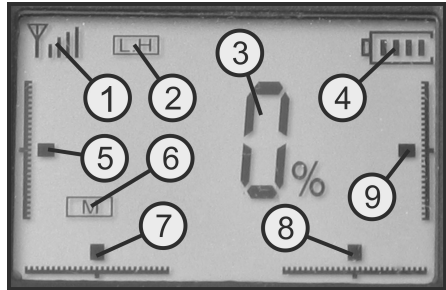

Figure 2
Ramenez ensuite les leviers de commande à la position centrale. L'écran (2) n'affiche alors que les éléments représentés à la figure 2.
Lorsque la tension des piles de l'émetteur diminue, les quatre barres de l'indicateur de pile s'éteignent progressivement à l'écran (voir figure 2, pos. 4).